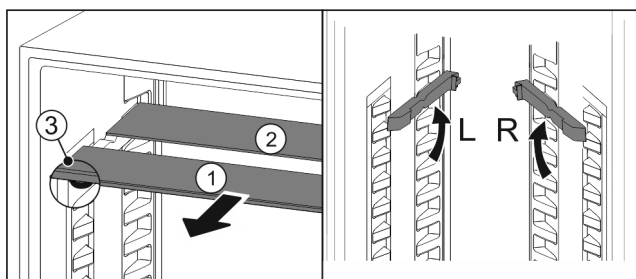

Fig. 26
- ▶ Sortir les tablettes par l'avant Fig. 26 (1).
- ▷ La tablette en verre Fig. 26 (1) avec bordure décorative est située à l'avant.
- ▷ Les butées Fig. 26 (3) sont orientées vers le bas.